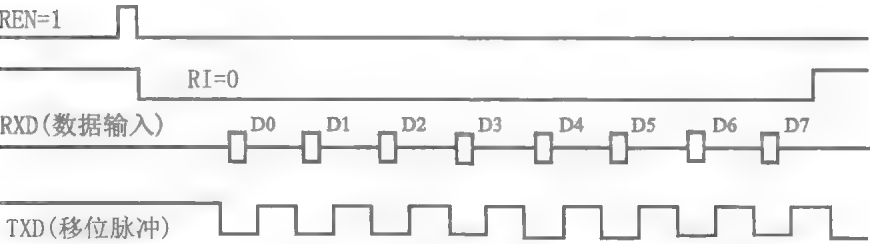

图 11.14 方式 0 接收
- 接收：当满足 REN=1（允许接收）且接收中断标志 RI 位清除时，就会启动一次接收过程，如图 11.14 所示。